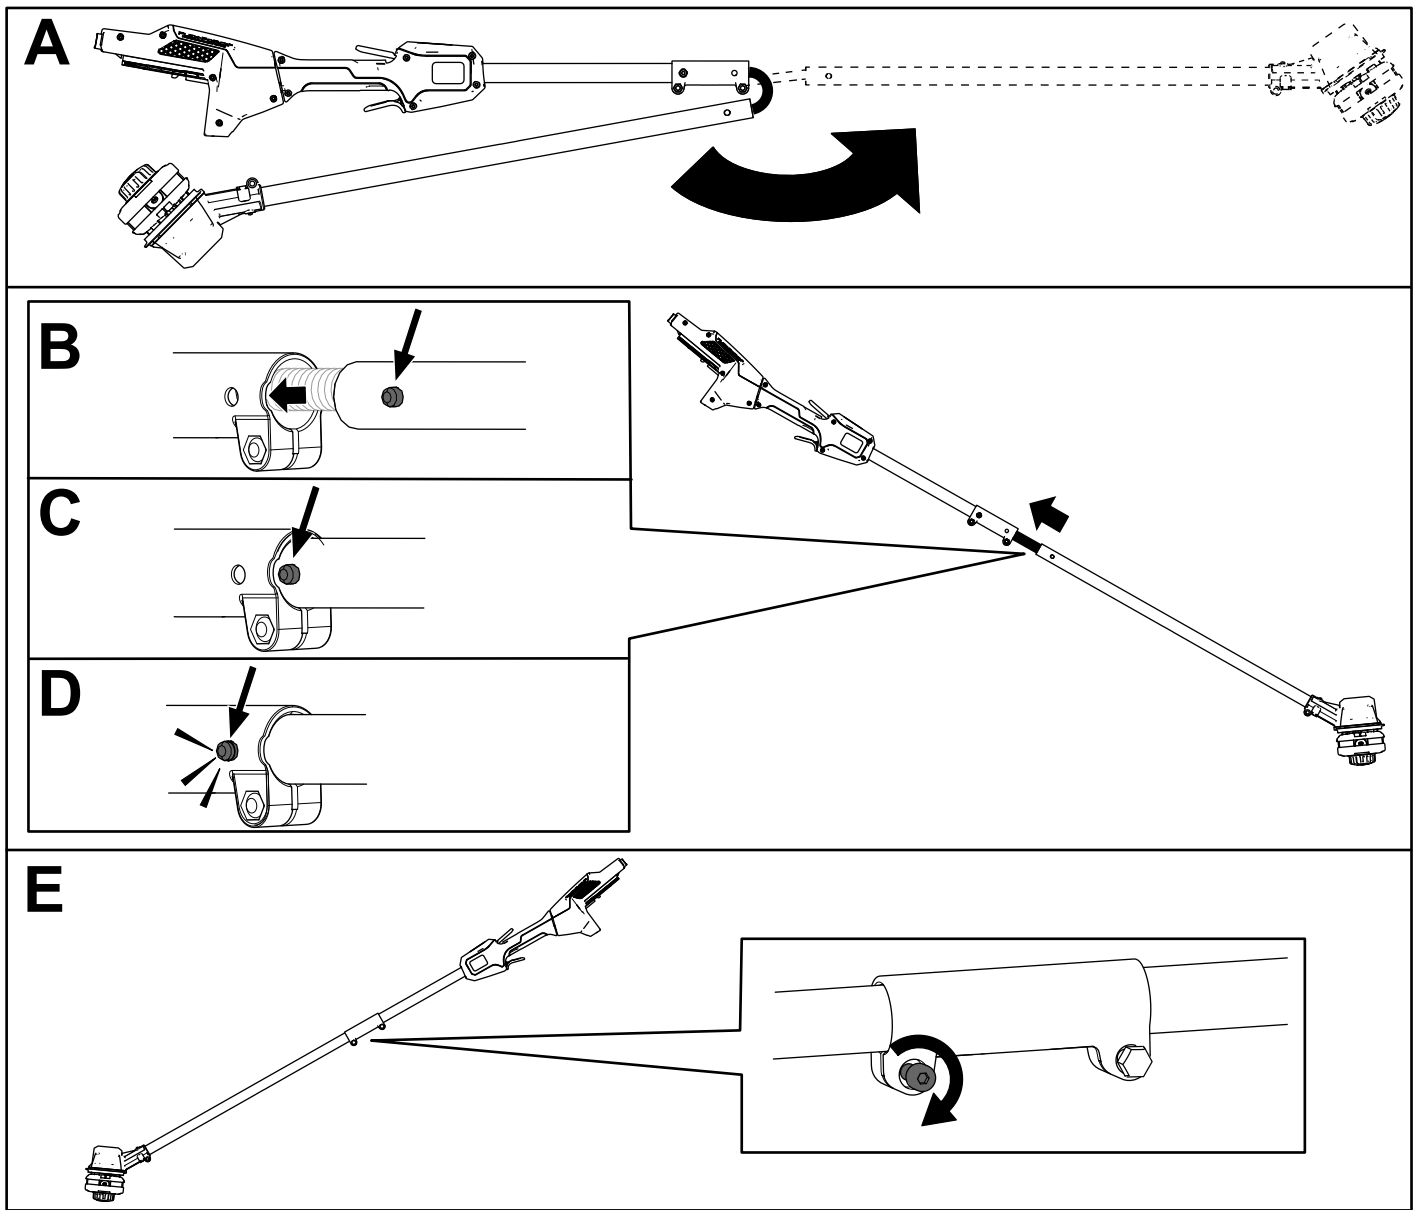

Bild 1
1. Klappen Sie den Stiel auf (A in Bild 1).
2. Richten Sie den Verriegelungsstift am unteren Stiel mit dem Loch am oberen Stiel aus und schieben Sie beide Teile zusammen (B und C in Bild 1).
Hinweis: Der Verriegelungsstift klickt in das Loch ein, wenn beide Stielteile verbunden sind (D in Bild 1).
3. Ziehen Sie die Schraube auf dem Stielverbindungsstück mit dem mitgelieferten Innensechskantschlüssel fest (E in Bild 1).